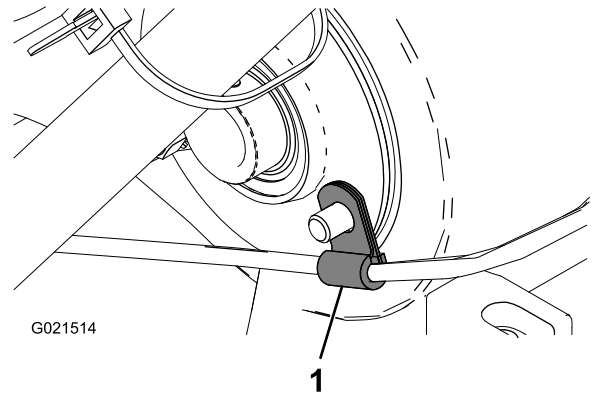

Figura 5
4. Utilizando o clipe existente do cabo do acelerador, ligue o novo cabo do acelerador à traseira da caixa do diferencial (Figura 5).